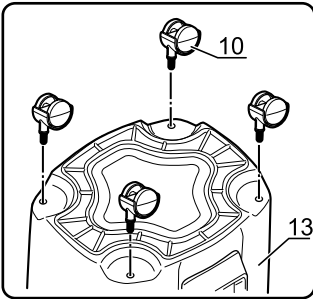

fig.3
- 용기를 뒤집어 캐스터(10)를 삽입합니다. 올바르게 장착되었는지 확인하십시오. (fig.3)